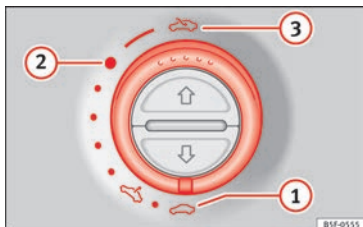

Fig. 11 En el revestimiento interior del techo: gire el conmutador para abrir y cerrar.
- Abrir: gire el conmutador hacia la posición »» fig. 11 ③.
- Posición de confort: gire el conmutador hacia la posición »» fig. 11 ②.
- Cerrar: gire el conmutador hacia la posición »» fig. 11 ①.